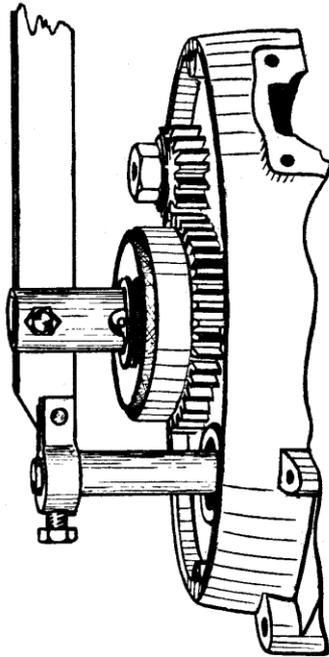

Fig. 3
9. Ved demontering af koblingen fastspændes koblingsværktøjet nr. 89.5-14 med bøsningen på krankakslens venstre ende med sekskantskruen, se fig. 3. Sekskantskruen skal spænde i hak for kilebolt. Rørstykket på håndtaget sættes ned over øverste fjederskål, således at stiften, der holder fjederskålen, ligger frit i rørstykkets udsparinger. Tryk håndtaget ned og fjern stiften.